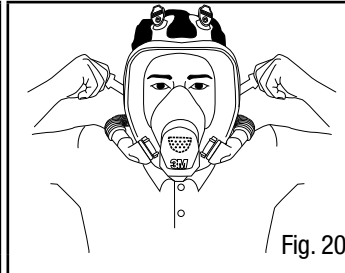

Fig. 20
6. Serrer les courroies du bas une à la fois. Faire attention de serrer les deux côtés uniformément (Fig. 20).